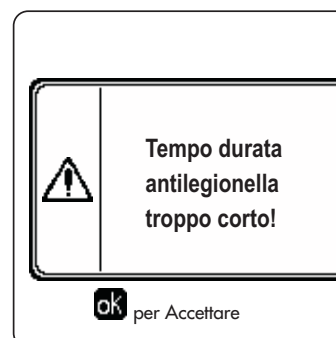

fig. 27- Message de Fonction anti-légionellose non terminée
- Si la **Fonction anti-légionellose** n'est pas effectuée correctement, l'écran affichera le message illustré dans fig. 27. Même en présence de ce message, la chaudière continuera à fonctionner correctement.